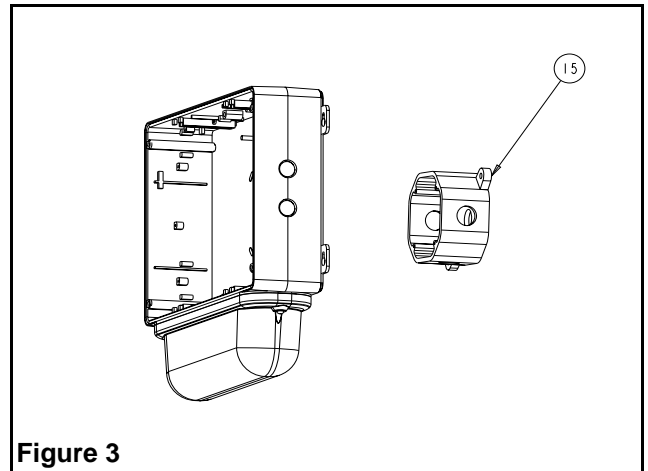

Figure 3
**Montage sur boîte de jonction (figure 3):**